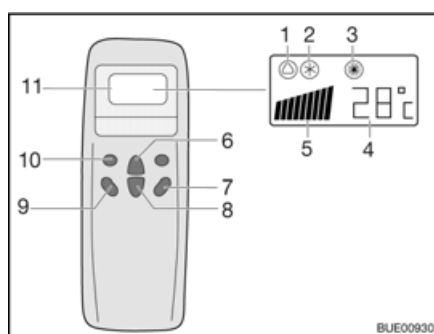
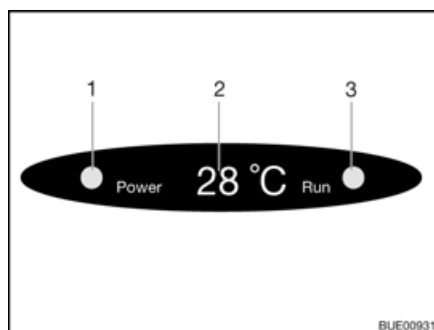

Fig. 171 Télécommande
Fig. 172 Affichage sur le diffuseur
- Appuyer sur la touche "ON/OFF" (Fig. 171,7).
- Appuyer sur la touche "Mode" (Fig. 171,10) autant de fois que nécessaire pour que le mode de fonctionnement souhaité (Fig. 171,1, 2 ou 3) s'affiche à l'écran. Le voyant de contrôle correspondant s'allume sur l'écran du diffuseur (Fig. 172,3).
- Régler la température souhaitée avec les touches d'augmentation de la température (Fig. 171,6) ou de diminution de la température (Fig. 171,8).
- Sélectionner le niveau de ventilation souhaité à l'aide de la touche de vitesse du ventilateur (Fig. 171,9).